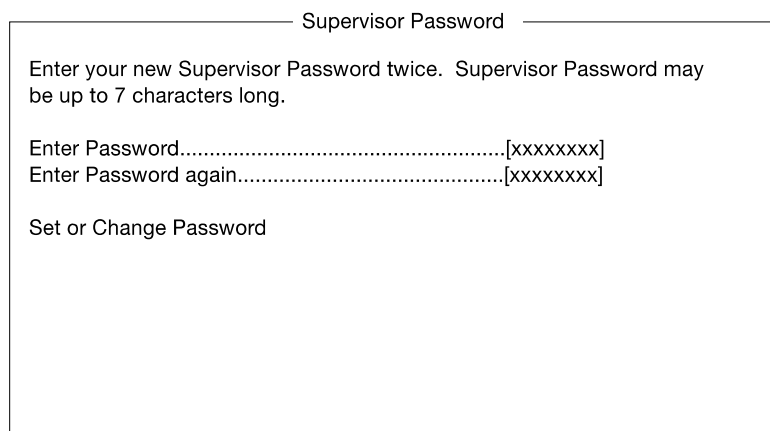

图 3-13 Supervisor Password 屏幕
2. 按向左或向右箭头键启用 **System Security** 菜单中的 **Supervisor Password** 参数。如图3-13所示，出现 **Supervisor Password** 窗口。